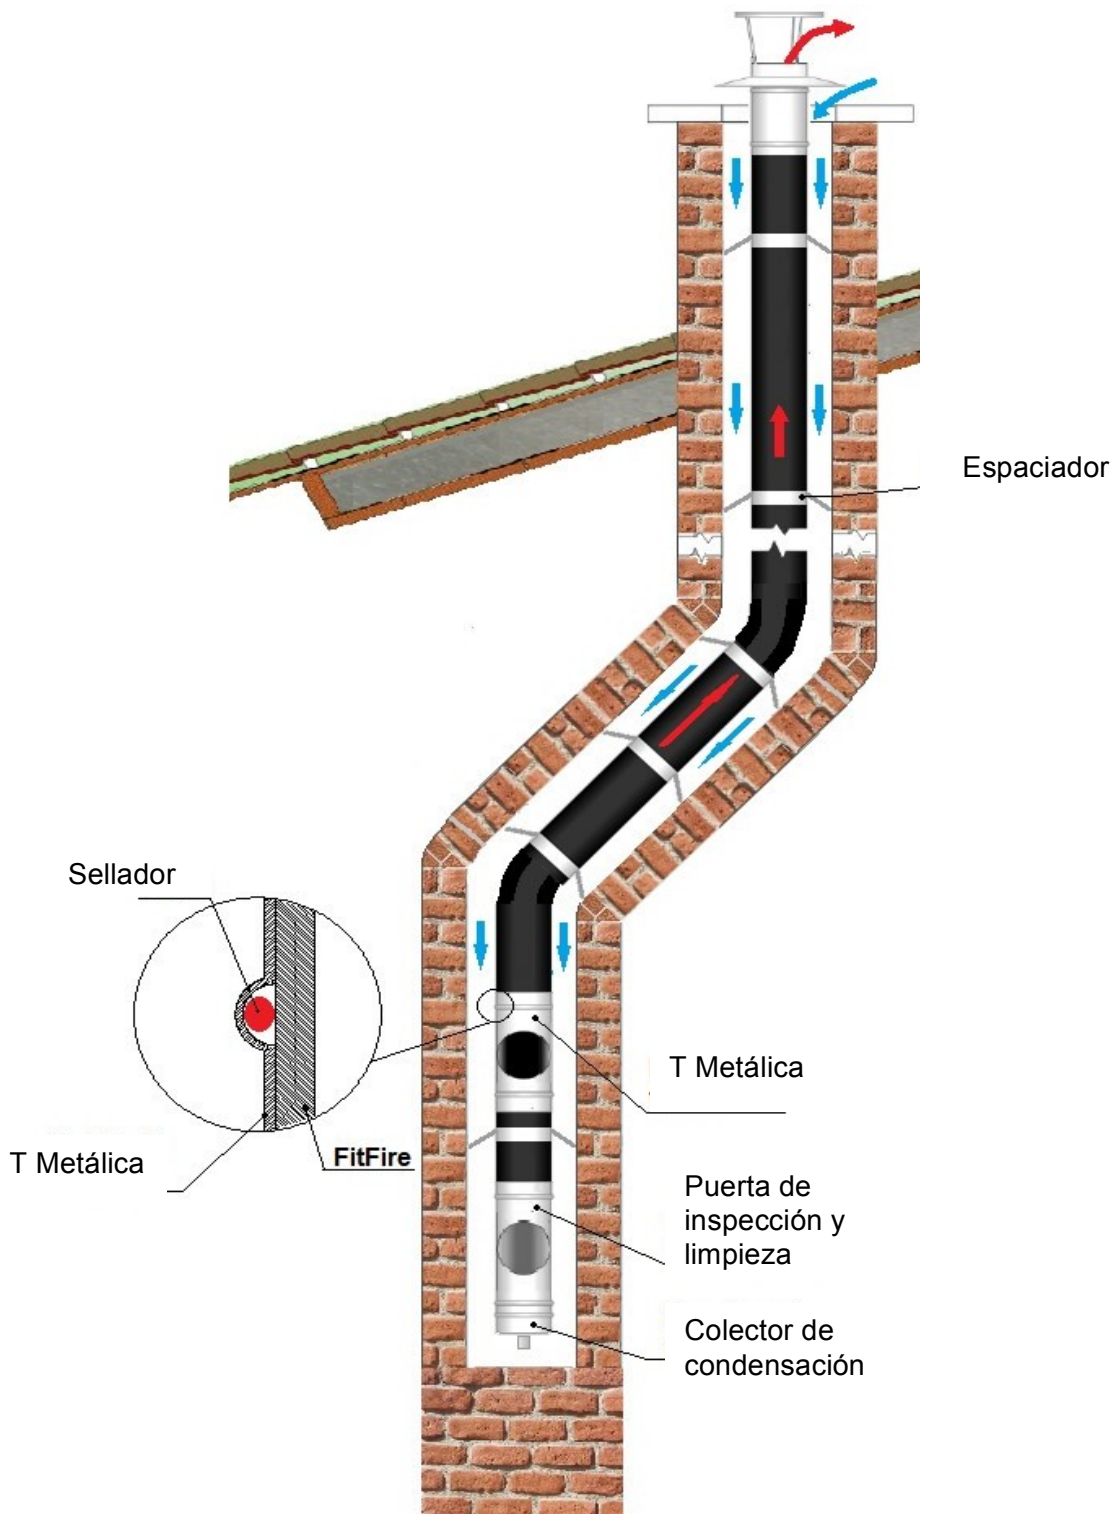

Figura 2
- b. En caso de instalación no vertical, considere un espaciador cada 5m en la parte recta en lugar de la parte inclinada, y se debe colocar un espaciador en los extremos de la parte inclinada y uno en medio como se muestra en la figura 2.